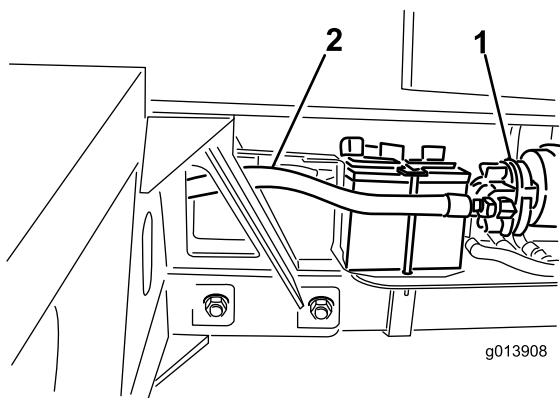

Figura 12
37. Ligue o tubo hidráulico n.º 3 ao lado da sucção da bomba hidráulica (Figura 12).